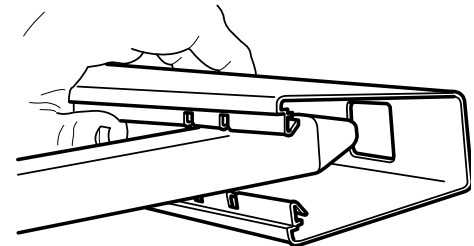

fig. 2
- Inserte una estaca en la apertura del barandal y proceda a través del agujero con ranuras como se muestra. **NO LA ENCAJE EN SU SITIO A PRESIÓN** (fig. 2).